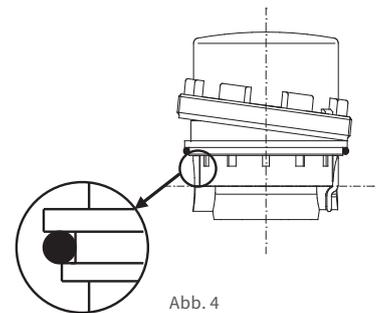

Abb. 4
- 6.7. Gewinding von Messkapsel ziehen. Dazu zunächst auf der den Aushebehaken gegenüberliegenden Seite anheben (siehe Abb. 4), dann über die Haken ziehen.
- 6.10. Überprüfen, ob die mit dem Messeinsatz mitgelieferten neuen O-Ringe richtig auf dem Messeinsatz sitzen. Falls dies nicht der Fall ist, müssen die O-Ringe in die vorgesehenen Nute am Zählereinsatz eingelegt werden (Abb. 4). Der große O-Ring darf nicht in das UPT gelegt werden. Die O-Ringe fetten.